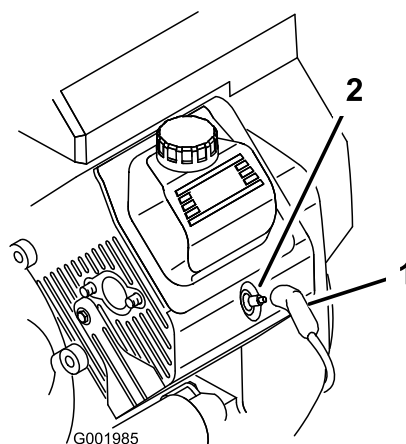

Рисунок 45
- Снимите провода со свечей зажигания (Рисунок 45).
3. Наденьте провода на свечи зажигания (**Рисунок 45**).